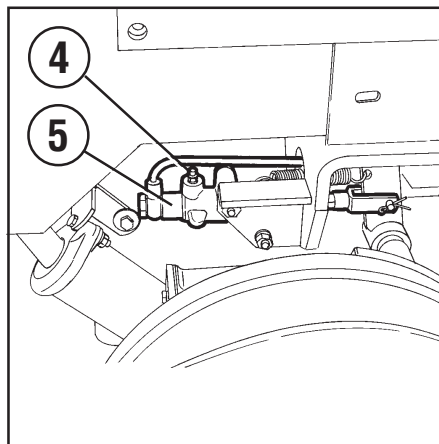

Fig. 53
- Løsn skruen, der er anbragt øverst på cylinderen (4 Fig. 53).
- Pump med bremsepedalen, indtil al luft er fjernet. Dette er sket, når olien begynder at strømme ud af den øverste del af cylinderen (5 Fig. 53).